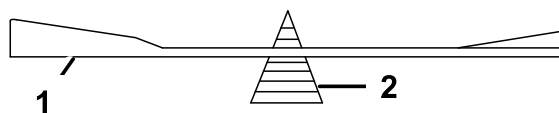

Figura 83
2. Verificai echilibrul lamei aezând-o pe dispozitivul de echilibrare a lamei (Figura 83).